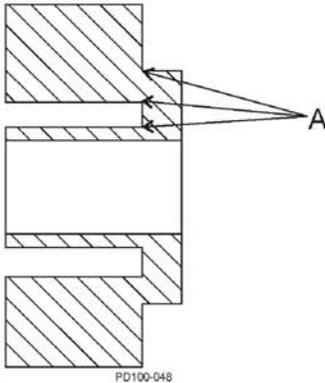

Abb.31 Kritische Belastungspunkte der Rotoren
- Prüfen Sie die Rotoren gründlich auf verschlissene Passfedernuten, Verschleiß der Naben und Spannungsrisse (Abb. 31, Pos. A). Verwenden Sie die Farbeindringmethode, um Ermüdungsrisse an den Belastungspunkten festzustellen.